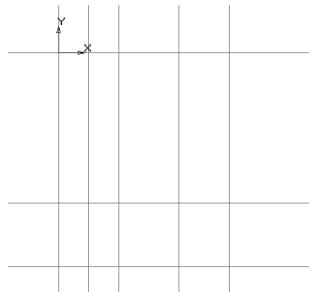

Рис. 3.71
2. На панели **Геометрия** нажмите кнопку **Вертикальная прямая**, установите ее в центре координат и щелкните мышью. Далее установите в первом окне «**т**» следующие координаты по оси X: (3), (6), (12), (17). После ввода каждой координаты следует нажимать клавишу **Enter**. Всего (с осью симметрии) должно появиться пять вертикальных линий. Нажмите кнопку **Горизонтальная прямая**, установите ее в центр координат и аналогичным образом во втором окне «**т**» введите следующие координаты по оси Y: (0), (-15), (-23). Нажмите кнопку **Прервать команду**. Всего будет три горизонтальные линии. Увеличьте изображение во весь экран путем последовательного нажатия двух клавиш **Ctrl++**. При этом используйте клавишу **+**, расположенную на цифровой панели клавиатуры (рис. 3.71).